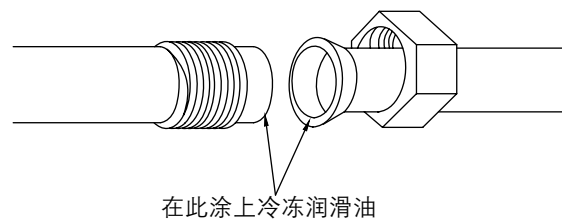

图13
2. 铜管连接前确保在扩口和结合面的配合表面涂上适量的冷冻机油。以减少气体泄漏(图13)。